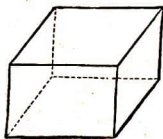

Abb. 13.
**b) Spaltbarkeit.** Viele Kristalle liefern beim Zerkleinern nicht unregelmäßige Brocken, sondern regelmäßige Bruchstücke. Aus unseren Versuchen wissen wir, daß dies bei Steinsalz und Bleiglanz Würfelchen sind. Beim Kalkspat erhalten wir Rhomboeder (Abb. 13). Gips ließ sich leicht in dünnste Blättchen spalten. Auch Schwerspat erwies sich als spaltbar. Zur Erklärung dieser Erscheinung müssen wir annehmen, daß der Zusammenhalt der Moleküle (Kohäsion) senkrecht zu den Spaltrichtungen schwächer ist.